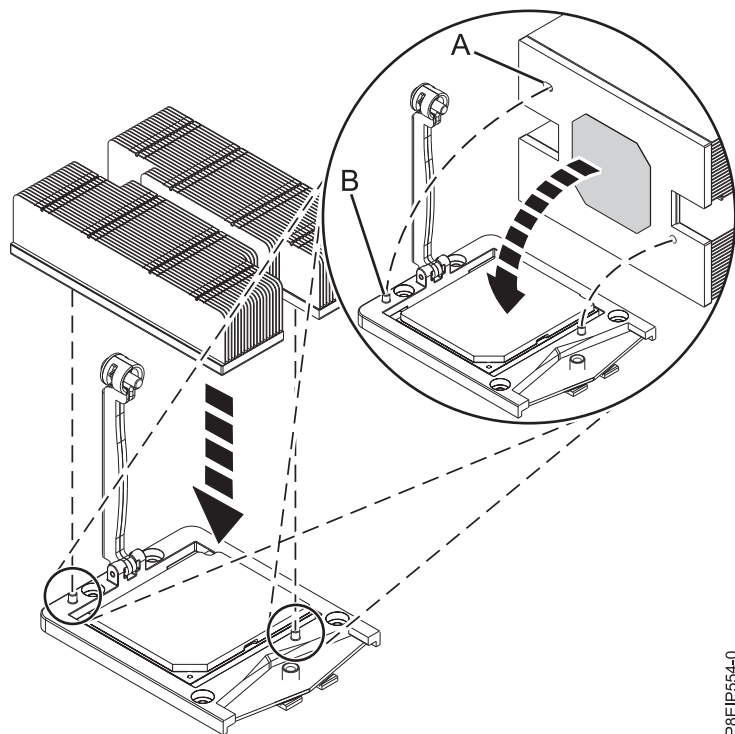

図 55. ヒート・シンクの取り付け
5. FRU キットで提供されている新しいヒート・シンクを取り付けます。TIM はヒート・シンクに事前に取り付けられています。ヒート・シンク **(A)** の穴がソケットの 2 つのガイド・ピン **(B)** の位置に合っていることを確認しながら、ヒート・シンクを慎重に下げてシステム・プロセッサ・モジュールに乗せます (図 55 を参照)。